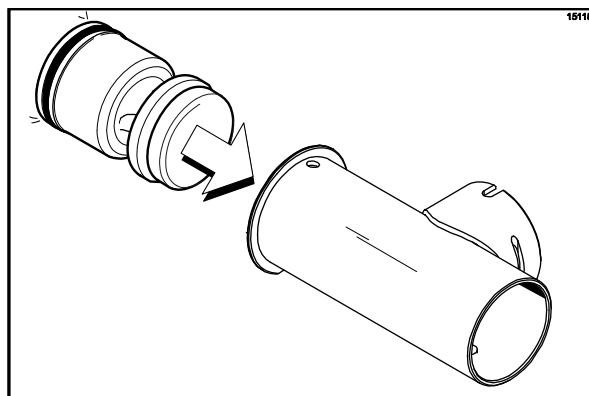

Figura 145
4. Insira o pistão pela extremidade contendo o furo do pino de retenção do cilindro da bomba. (Veja a Figura 145.)